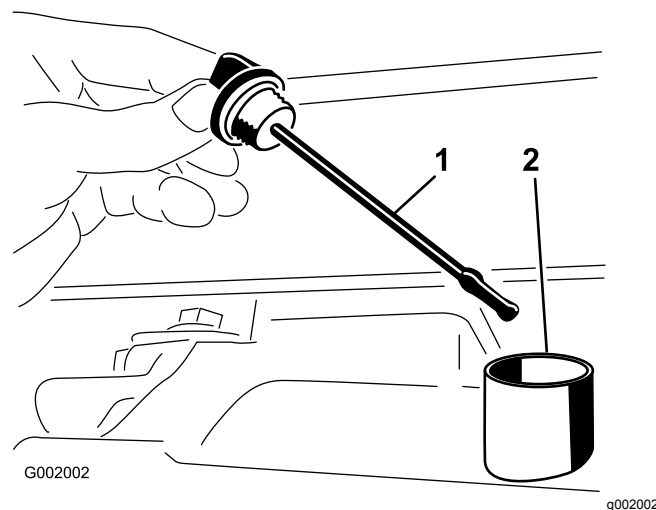

Figure 54
2. Retirez la jauge de la boîte-pont et essayez-la sur un chiffon propre (Figure 54).